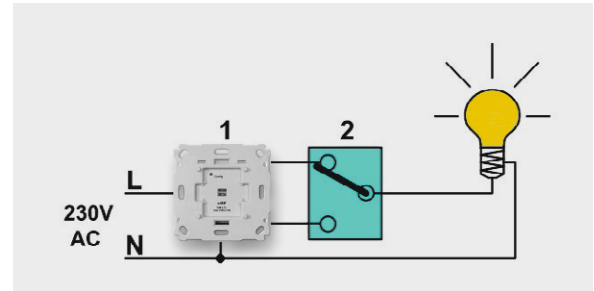

Bild 5: Wechselschaltung mit Homematic Funk-Schaltaktor für Markenschalter
Lösung 1: Der netzversorgte Wechselschalter (1) wird durch den Funk-Schaltaktor für Markenschalter, Unterputz (2) ersetzt, wie in Bild 5 zu sehen ist. Phase „L“ und Neutralleiter „N“ müssen permanent am Funk-Schaltaktor vorhanden sein.